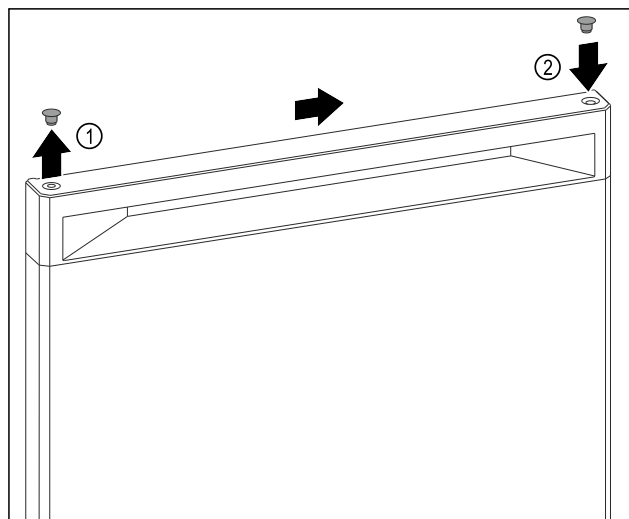

Fig. 7
- ▶ Pomocí plochého šroubováku opatrně zvedněte krycí zátku na horní straně dvířek *Fig. 7 (1)*.
- ▶ Zasuňte krycí zátku na opačné straně. *Fig. 7 (2)*